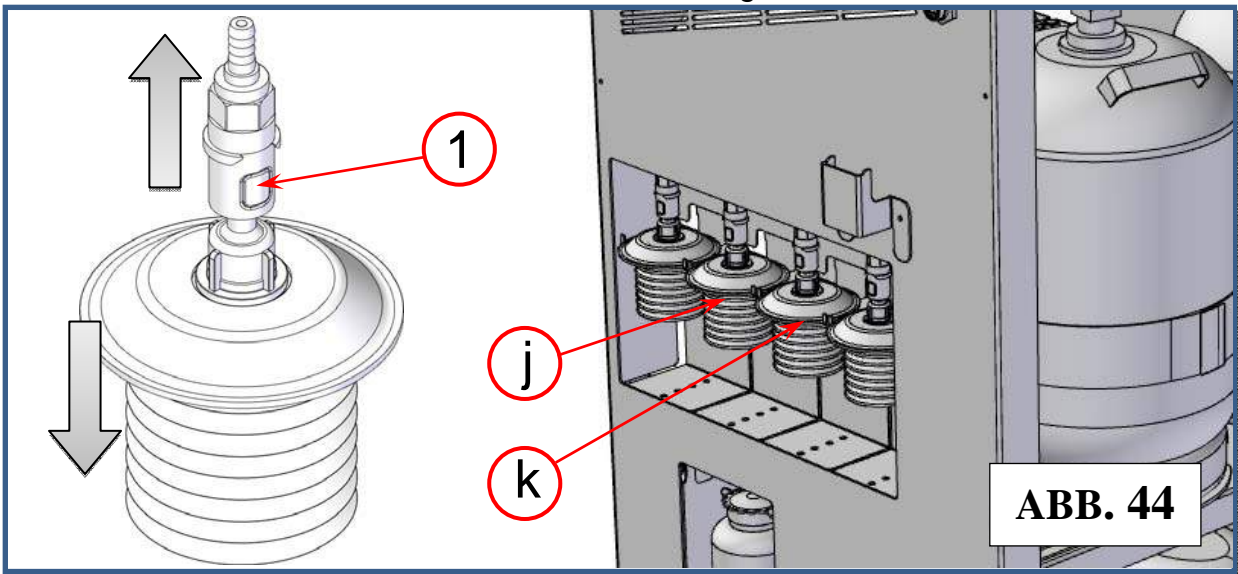

ABB. 44
1. Die Schnellanschlusstaste (Ref. 1, Abb. 44) drücken, um den Öleinsatz zu entfernen